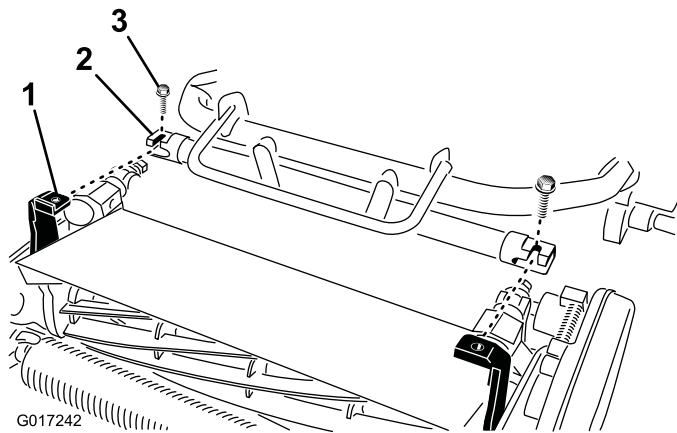

Figura 6
4. Mueva el bastidor de la unidad de tracción (Figura 6) hacia adelante hasta que se acople en los brazos de pivote de la unidad de corte.
5. Sujete el bastidor de la unidad de tracción a los brazos de pivote de la unidad de corte con 2 pernos (3/8 x 3/4 pulgada) (Figura 6).
6. Deslice el acoplamiento telescópico sobre el eje hexagonal de la unidad de corte hasta que note la bola de retención del eje hexagonal. Esto impedirá que el acoplamiento se mueva sobre el eje hexagonal (Figura 6).